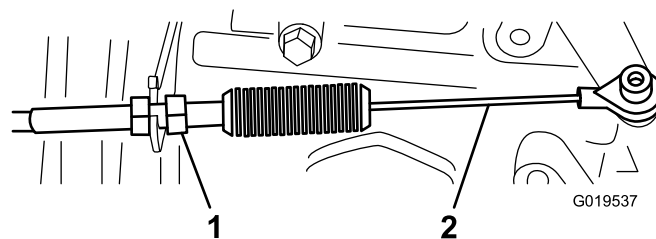
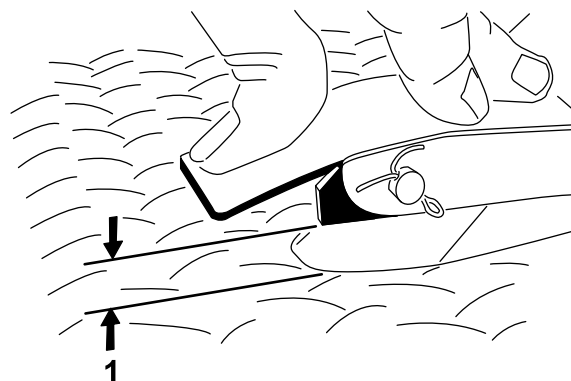

Figure 68
Figure 69
2. Réglez la rotule sur le câble d'accélérateur (Figure 68) pour obtenir une garde de 2,54 à 6,35 mm entre la pédale d'accélérateur et le haut du plancher quadrillé (Figure 69) lorsqu'une force de 11,3 kg est appliquée au centre de la pédale.
3. Serrez le contre-écrou (Figure 68).